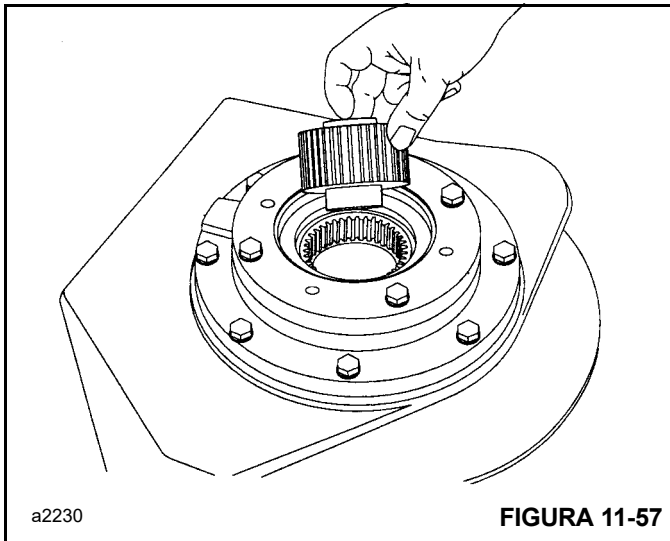

FIGURA 11-57
13. Instale el conjunto de embrague de freno (Figura 11-57) con el extremo corto de la pista interior hacia el motor.